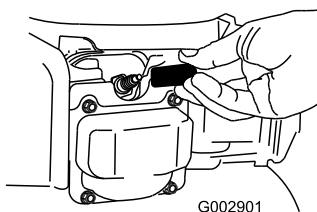

Figure 41
2. Débranchez la bougie (Figure 41) avant de procéder à un quelconque entretien.